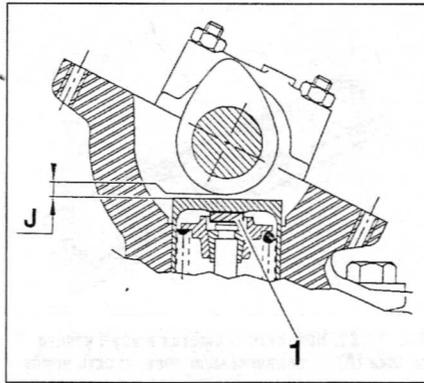

Рис. 12.7. Измерение клапанного зазора (J). Зазор регулируется путем замены регулировочной прокладки (1) (двигатели 1.9 л)
7 Используя «веерный» щуп, измерьте зазор между основанием кулачка и толкателем (рис. 12.7). Запишите значение зазора на линии (1).